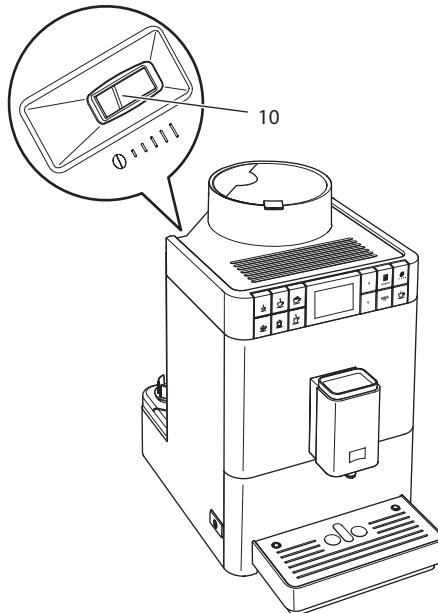

Abb. 16: Hebel für die Einstellung des Mahlgrads
2. Stellen Sie den Hebel nach links oder nach rechts, wie auf Abb. 16 abgebildet.